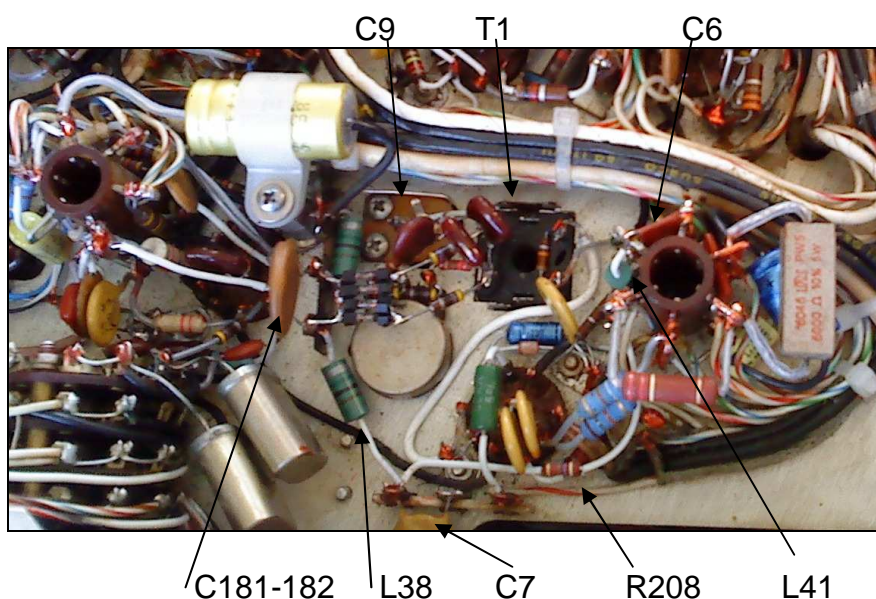

Fig.20
- démonter l'ensemble des anciennes diodes CR1-CR4 sur le touret E50, ainsi que la totalité de ce qui arrivait sur le condensateur ajustable C9, sur le potentiomètre R15, et sur le transformateur T1 (Fig.20)